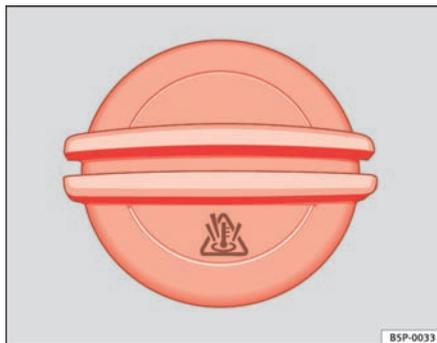

Abb. 179 Im Motorraum: Deckel des Motorkühlmittelausgleichsbehälters.
- Der Ausgleichsbehälter des Motorkühlmittels ist am Symbol ⚠ auf dem Deckel erkennbar ⇒ Abb. 179.